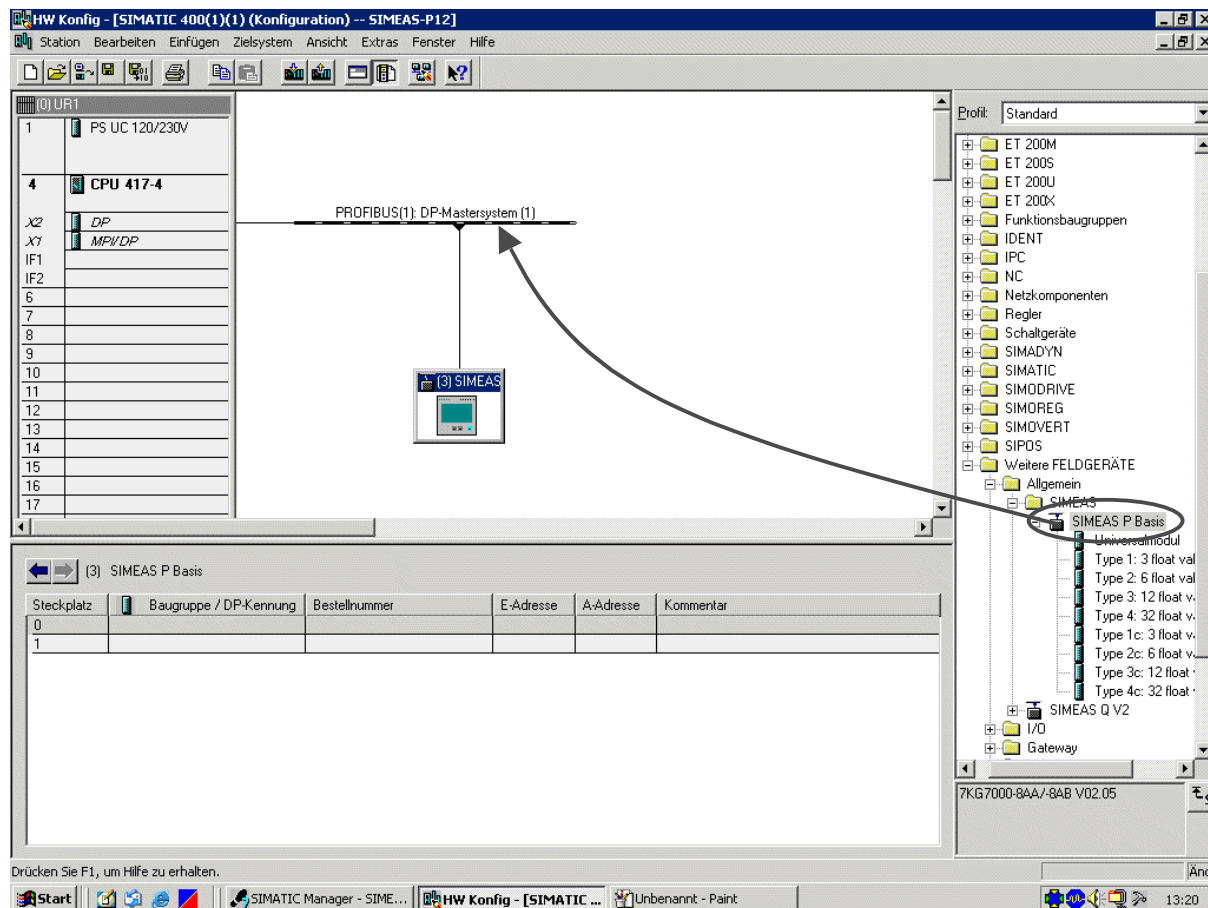

Abbildung 2: Definieren eines SIMEAS P im Profibusnetzwerk
- Definieren Sie anschließend einen SIMEAS P in Ihrem SIMATIC Projekt, indem Sie per Drag and Drop den Geräteordner SIMEAS P Basis aus dem Hardware Katalog in das Konfigurationsfenster ziehen (siehe Abbildung 2: Definieren eines SIMEAS P im Profibusnetzwerk). Anschließend wird ein SIMEAS P im Konfigurationsfenster angezeigt.